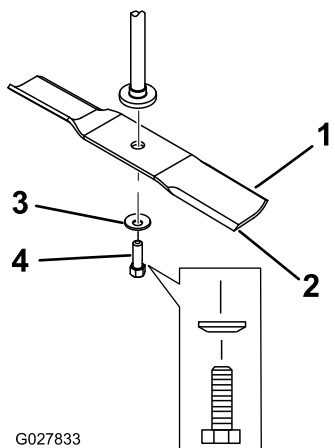

Figure 53
2. Enlevez de l'axe, le boulon, la rondelle bombée et la lame (Figure 53).
1. Placez la lame sur l'axe (Figure 53).
2. Montez la rondelle bombée (face concave vers la lame) et le boulon de lame (Figure 53).